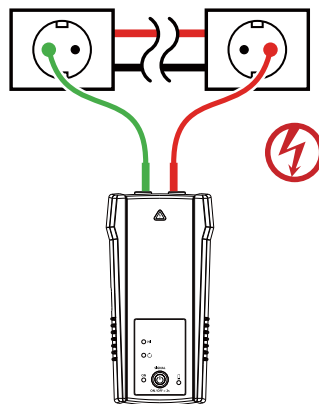

Figura 3.1a: Collegamento appropriato con collegamento neutro separato
2. Tramite i puntali forniti, collegare il puntale rosso al cavo da rilevare, in tensione o meno. Per i ricettacoli, accertarsi di collegare il puntale a filo/fase. Per i sistemi sotto tensione il segnale sarà trasmesso SOLO tra il lato di carico a cui è collegato il trasmettitore e la sorgente di alimentazione. (vedere Figura 3.1a).